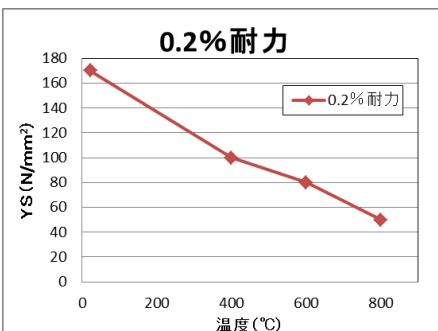
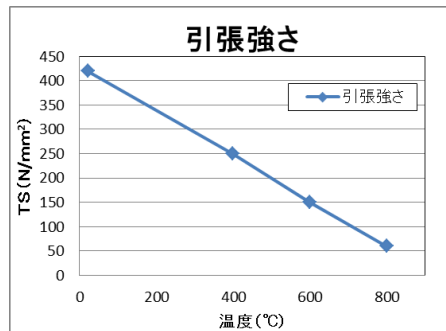

図1 0.2%耐力の推移
図2 引張強さの推移
0.2%耐力と引張強さの測定結果を、表1および図1、図2に示します。